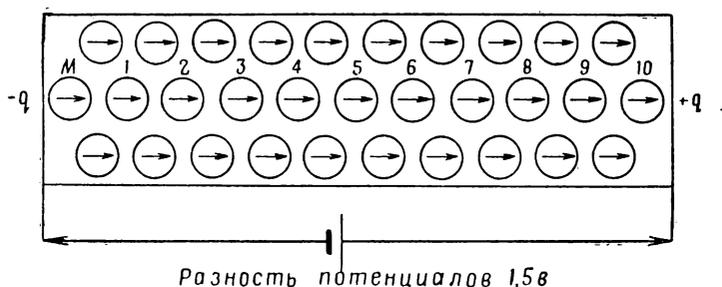

Рис. 7. Разность потенциалов на двух концах металлического проводника вызывает в нем движение свободных электронов, создавая электрический ток
**Движение свободных электронов** Рассмотрим движение свободных электронов в проводнике (рис. 7). В среднем ряду каждый электрон пронумерован в соответствии с атомом проводника (меди), к которому электрон относится. В левой части проводника электрон обозначен буквой *M*, чтобы показать, что он пришел от минусового заряда источника, создающего разность потенциалов.